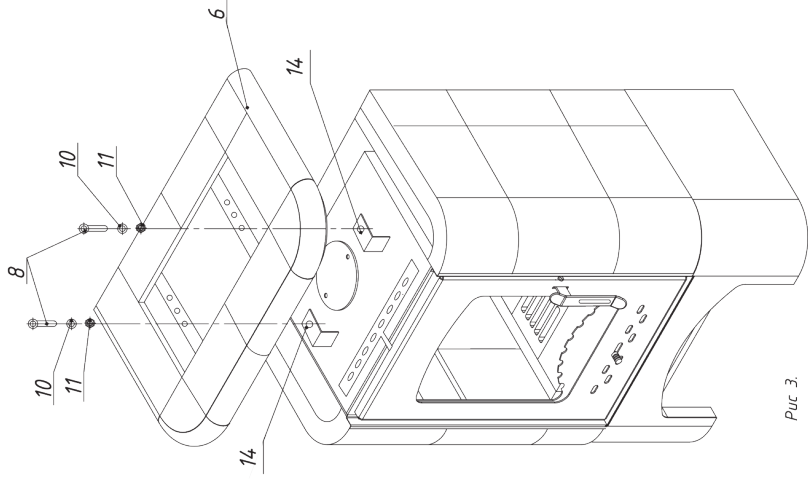

Рис. 3
3. Верхняя панель 6 крепится к кронштейнам 14 винтами 8 и фиксируется шайбой и гайкой 10, 11 (Рис. 3)